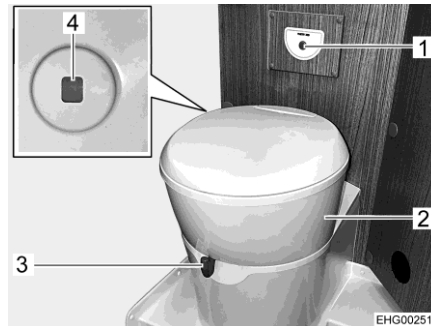

Fig. 171 Toilette
La tazza del WC può essere orientata nella posizione desiderata. A tale scopo, prendere con entrambe le mani la parte superiore (Fig. 171,2) della toilette e ruotare.
La centralina di controllo con il pulsante dello sciacquone (Fig. 171,1) è posizionata vicino alla tazza del WC.
Il colore dell'indicatore di livello (Fig. 171,4) passa da verde a rosso quando è necessario svuotare il serbatoio fecale.
- Prima di tirare l'acqua, aprire il cursore della toilette. A tal fine girare la leva del cursore (Fig. 171,3) in senso antiorario.
- Per sciacquare premere il pulsante blu (Fig. 171,1).